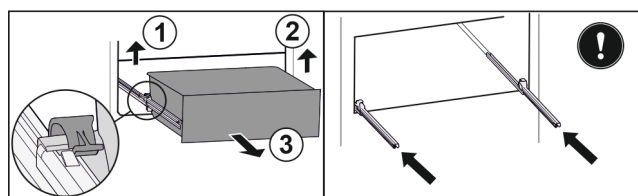

Fig. 137
- ▶ Soulever la bride gauche et tirer dans le même temps la partie gauche du tiroir vers l'avant. Fig. 137 (1)
- ▶ Soulever la bride droite et tirer dans le même temps la partie droite du tiroir vers l'avant. Fig. 137 (2)
- ▶ Retirer le tiroir par l'avant. Fig. 137 (3)